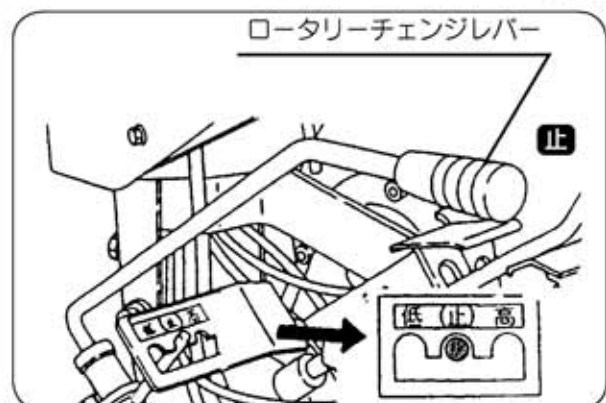

図16
- ③ロータリーチェンジレバーを【止】の位置にします。(図16)